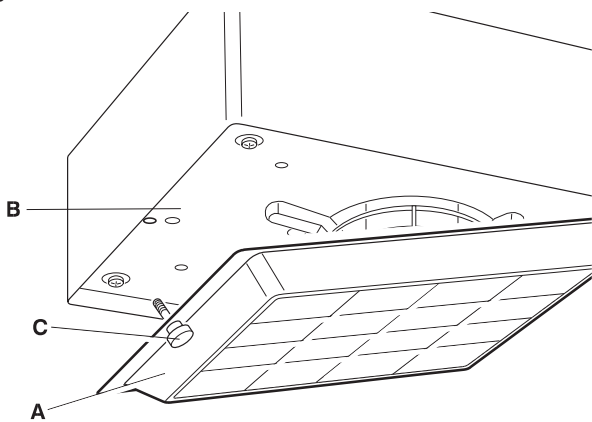

Fig. 4
- 2) Separare il portamotore (B) dall'involucro (D) togliendo le viti (E) (Fig. 4).